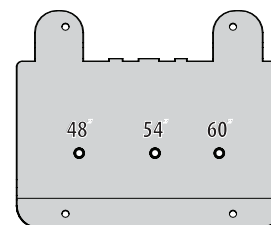

Figura 9
1. Usando la Figura 9, localice la ubicación correcta del orificio de montaje en la placa de montaje para su tractor.